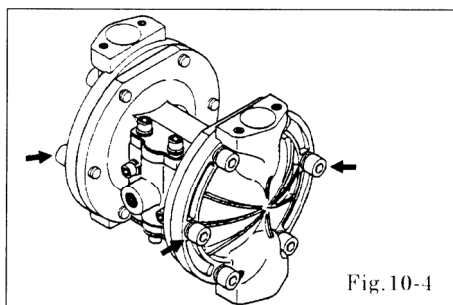

Fig.10-4
- ・アウトチャンバー取付ボルト 12 箇所を外し、アウトチャンバーを取外します。[Fig.10-4]